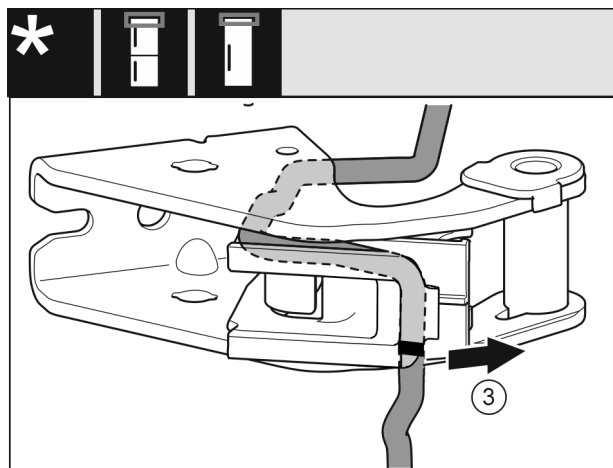

Fig. 28
- Kabel met de kabelhouder Fig. 28 (3) van het lagerboks demonteren.